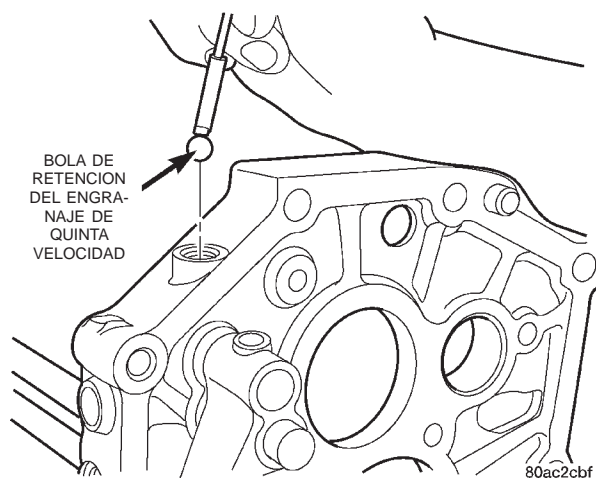

Fig. 68 Desmontaje de bola de retención del engranaje de quinta velocidad
(24) Retire la bola de retención del engranaje de quinta velocidad (Fig. 68) y el pasador de interbloqueo.